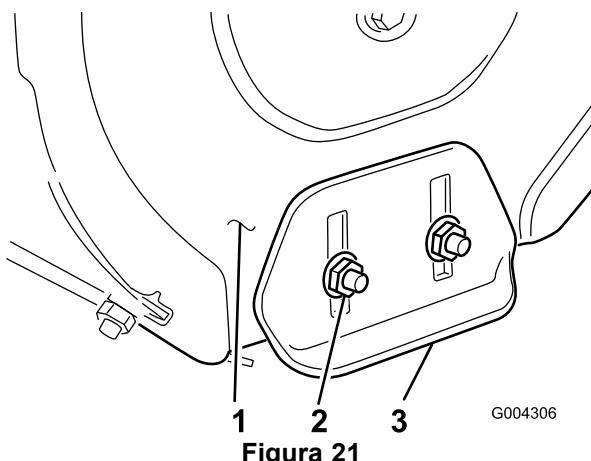

Figura 21
- Allentate i quattro dadi flangiati che fissano entrambe le slitte alle piastre laterali della coclea (Figura 21) finché le slitte non scorrono liberamente su e giù.
8. Serrate i quattro dadi flangiati che fissano entrambe le slitte alle piastre laterali della coclea (Figura 21).